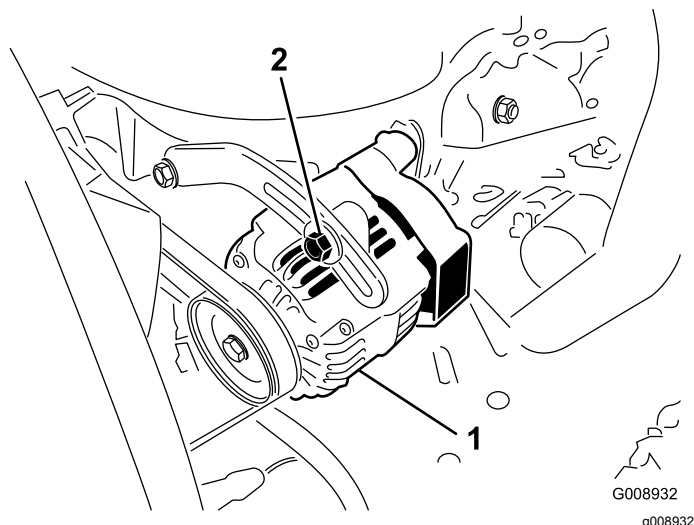

图45
2. 如果下压不是 10mm 请松开发电机固定螺栓 (图45)。